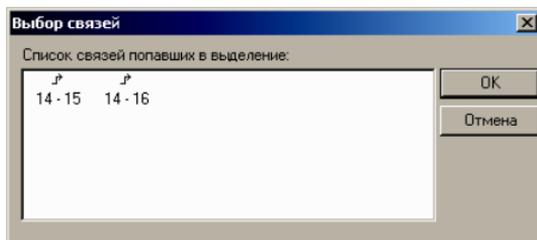

Рис.3.23. Диалоговое окно «Выбор связи».
**!** При работе со связями на диаграмме Гантта возможна ситуация, когда в выделение попадает несколько связей. В этой ситуации откроется окно «*Выбор связей*» (рис. 3.23), в котором отображается список связей, попавших в выделение, в формате <номер работы-родителя> - <номер работы-потомка>.